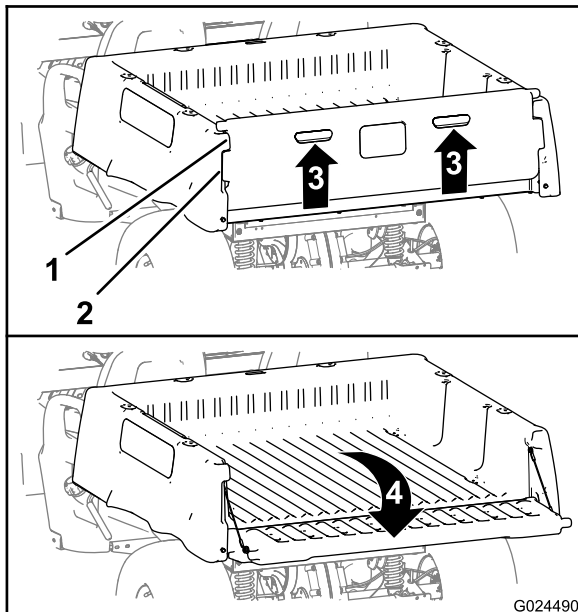

Bild 20
2. Heben Sie die Fingerzüge an der Rückplatte der Heckklappe an (Bild 20).
3. Fluchten Sie die Riegelverschlüsse an der Heckklappe mit den Öffnungen zwischen den Heckklappenflanschen an der Ladepritsche aus (Bild 20).
4. Drehen Sie die Heckklappe nach hinten und unten (Bild 20).
6. Drehen Sie die Heckklappe nach oben und vorne, bis die Riegelverschlüsse an der Heckklappe mit den Heckklappenöffnungen an der Ladepritsche bündig sind (Bild 20).
7. Senken Sie die Heckklappe ab, bis sie im Heck der Ladepritsche sitzt (Bild 20).